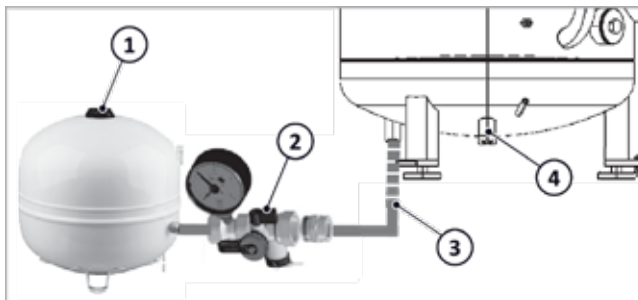

Abb. 4: MAG mit Anschlussgruppe am SolvisBen
Der SolvisBen kann mit einer thermischen Solaranlage erweitert werden. Er verfügt intern bereits über einen Solarschichtenlader → Abb. 4 (4) zur optimalen Einschichtung der Solarwärme in den Speicher und alle Regelungsfunktionen für den Solarbetrieb in der Systemregelung. Die als Zubehör erhältliche Solarwärmeübergabestation SÜS-5,5 kann zusammen mit unseren Solvis-Kollektoren und dem entsprechenden Montagematerial problemlos an den SolvisBen angeschlossen werden.